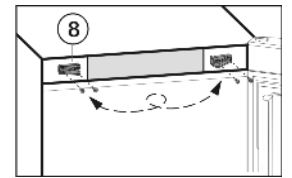

Fig. 7
- ▶ Dévisser l'élément pivotant Fig. 7 (8) et le placer tourné de 180° du côté opposé. Pointer les trous de vissage ou avoir recours à une visseuse sans fil.